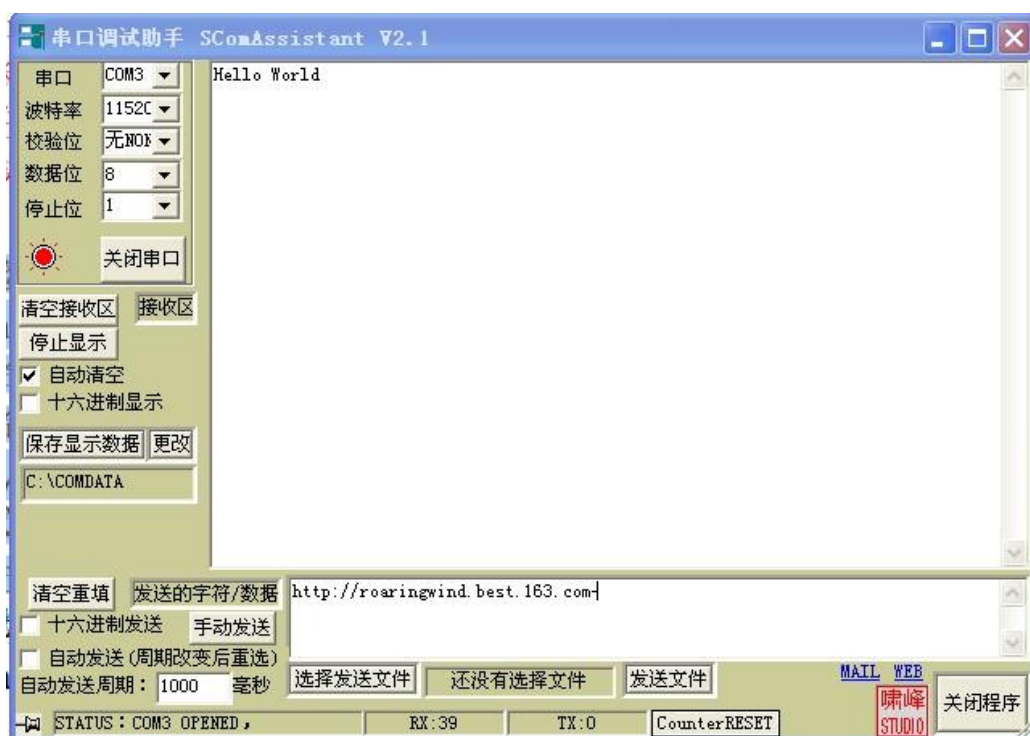

图 3.36 接收到我们想要的信息
**xMT\_TASK**:表示没有定义 **MT\_TASK**，也就是不定义了。其他几项也用这种方法，我们把改好的重新编译再下载，按**复位**键，观察串口已经没有乱码了。呵呵，如图 3.36,或许就是你想要的 Hello World。